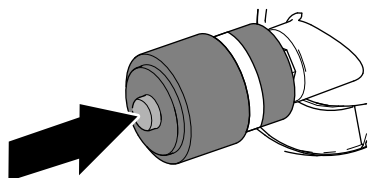

Figure 83
1. Si une bande rouge est visible dans l'indicateur de colmatage, appuyez sur le bouton de réinitialisation au bout de l'indicateur (Figure 83).